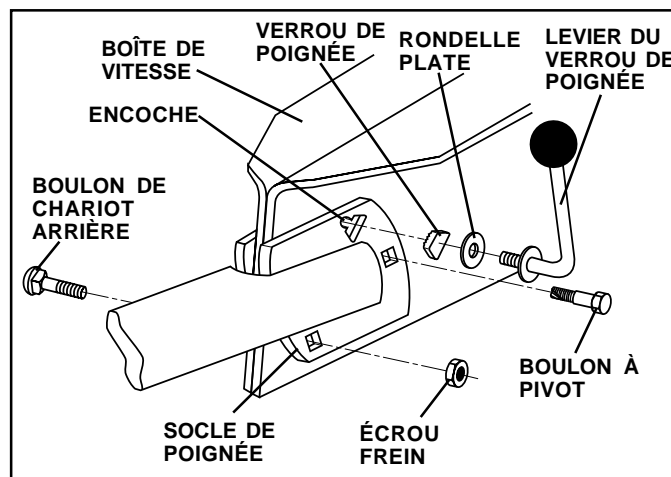

FIG. 5
- Pivotez vers en bas l'ensemble de la poignée. Insérez premièrement le boulon de chariot arrière, avec la tête du boulon sur le côté gauche de la motobineuse et montez lâchement l'écrou frein (Voyez la Fig. 5).